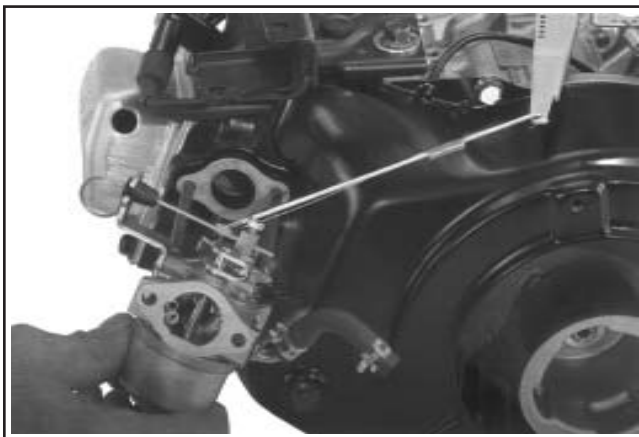

Figure 11-101. CS4, CS6. Montage de la tringle.
2. Incliner le carburateur pour crocheter la tringle de l'accélérateur et le ressort amortisseur dans le/les trous du levier d'accélérateur. Voir les figures 11-101 et 11-102.